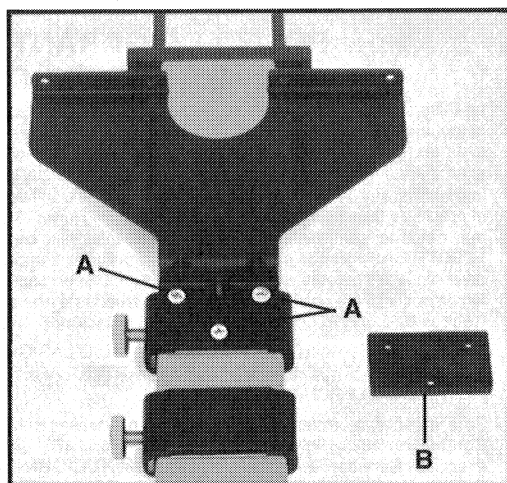

Fig. 6
1. Saque los tres tornillos (A), Fig. 6, de la guía de borde y la placa de guía. (Guardé los tornillos para uso futuro.)
2. Coloque el separador para guía de borde (B), Fig. 6, entre la placa de guía y el deslizador. Fíjelo con tres tornillos No. 10-24 x 5/8" del paquete de tornillería.